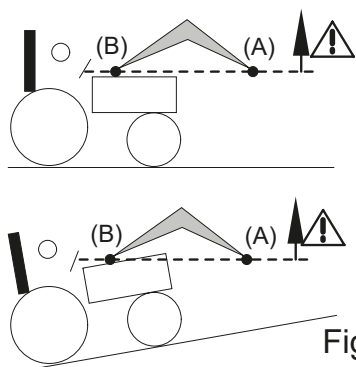

Fig. 2
- Lors de l'opération de levage et pendant le déplacement, veiller à ne pas quitter la charge des yeux à partir du moment où le point de pivot de l'outil (A) dépasse l'horizontale du point de pivot du chargeur (B) [voir fig. 2]. Au besoin, corriger la position de l'outil pour que la charge ne soit jamais dirigée vers le conducteur [voir fig. 3].
DANGER : Si la charge n'est pas correctement sécurisée, l'opérateur est soumis à un danger de chute de la charge lorsque le point de pivot de l'outil (A) dépasse l'horizontale du point de pivot du chargeur (B) [voir fig. 2].
DANGER : Il est interdit de caver le chargeur lorsque le point de pivot de l'outil (A) dépasse l'horizontale du point de pivot du chargeur (B) [voir fig. 2].